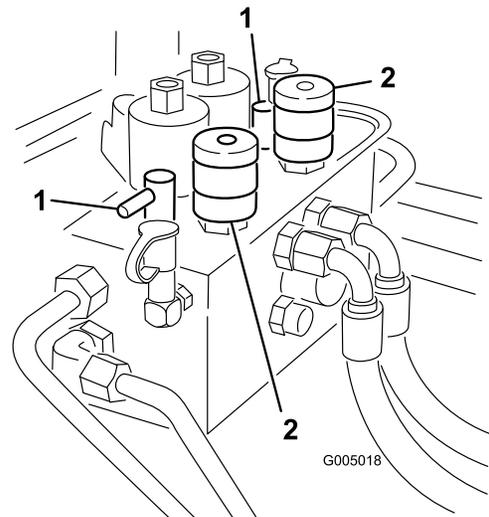

Bild 85
3. Machen Sie die Spindeldrehzahl-Handräder und Läppen-Handräder (Bild 85) ausfindig. Drehen Sie die gewünschten Läppen-Handräder auf die Läppen-Stellung sowie das gewünschte Spindeldrehzahl-Handrad auf die Stellung 1.